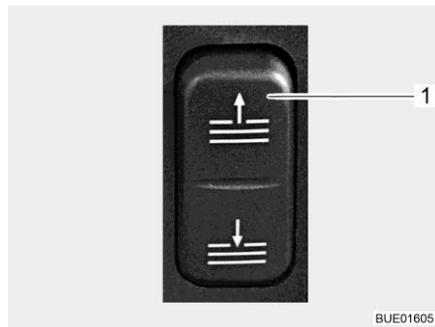

Fig. 45 Conmutador (manejo eléctrico del estor plegable)
- Abrir y cerrar:** ■ Pulsar el conmutador en el salpicadero (Fig. 45,1).